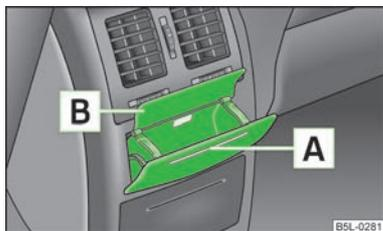

Fig. 68
- Appuyez sur la partie supérieure du couvercle du cendrier au niveau de **A** » fig. 68.